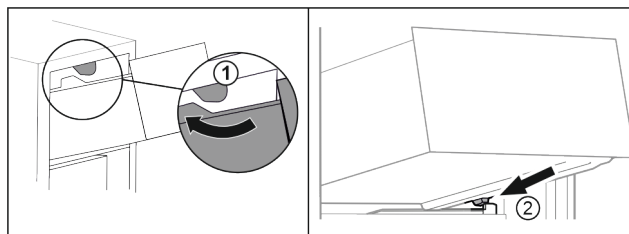

Fig. 16
- ▶ Poprowadzić szufladę wokół górnego stopera Fig. 16 (1).
- ▶ Założyć szufladę pod skosem za dolnymi stoperami na żebrze pojemnika Fig. 16 (2).